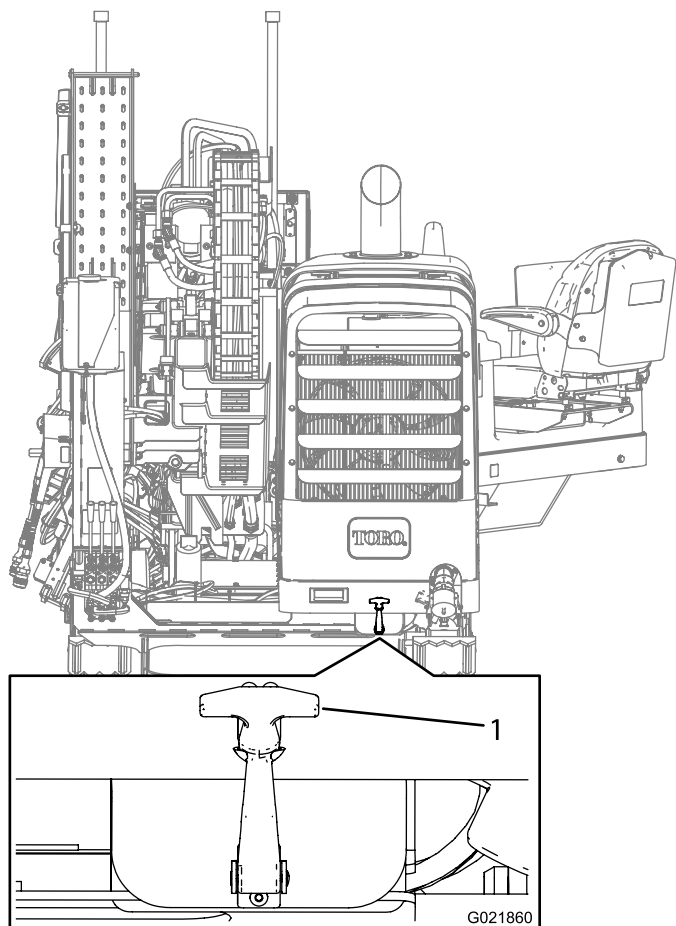

Рисунок 97
2. Потяните защелку капота наружу (Рисунок 97).